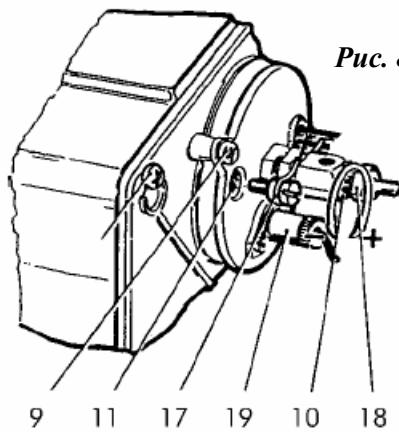

Рис. 8
- Установите горелку в исходное состояние, нажав на кнопку (20).
- Отрегулируйте пламя, меняя как поток воздуха с помощью винта (13) и соответствующей стопорной гайки (12), так и перемещая вперед или назад держатель форсунки (10). Чтобы отрегулировать положение держателя, пользуйтесь винтом (17).
- Рекомендуется перемещать держатель вперед (+) для обеспечения максимального или близкого к максимальному расхода, и передвигать его назад (-) для обеспечения минимального расхода (см. рис. 8).
**Примечание:** Если горелка не включается, проверьте, залит ли насос. Если нет, отвинтите вручную винт крепления манометра (27), а затем ввинтите его обратно, как только увидите, что в отверстии появилось топливо. При использовании OIL 4PR с устройством предварительного подогрева горелки, этап предварительного вентилирования начнется примерно через 60 секунд после подачи электропитания (необходимое время для предварительного нагрева форсунки).